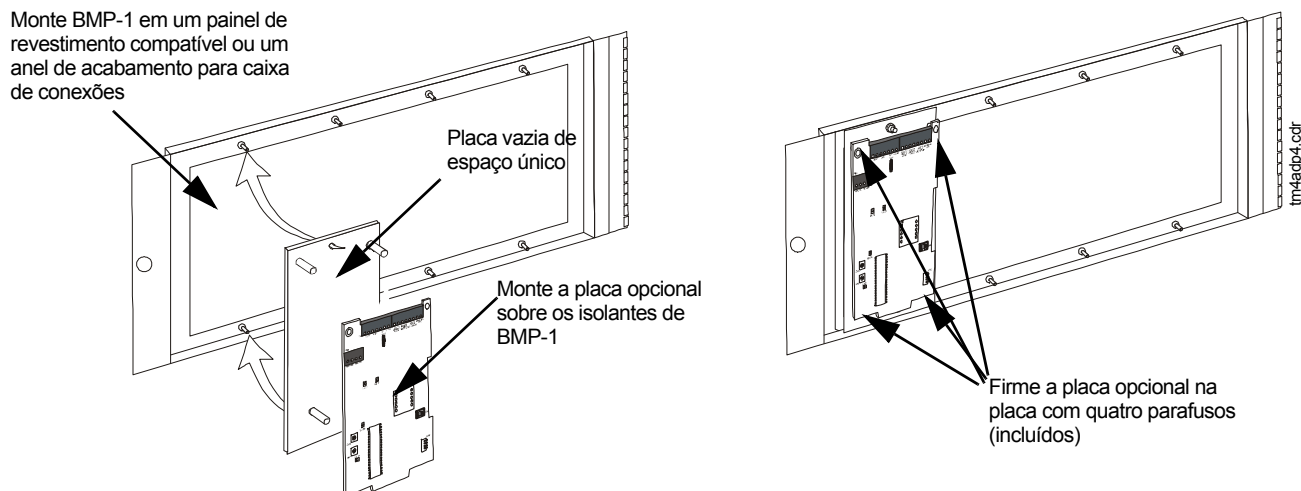

Figura 3.12 Montagem de uma placa opcional em um painel de revestimento com BMP-1 (mostra-se ADP-4B)
As placas opcionais podem ser montadas em placas de módulo vazias BMP-1, dentro de painéis de revestimento como DPDISP2, ADP2-640, ADP-4B, assim como aparece na figura 3.12.
3. Ajuste o LEM aos isolantes usando parafusos ou outro conjunto de isolantes e localizações LEM apropriadas para isolantes/parafusos. Veja a figura 3.12 na página 32.